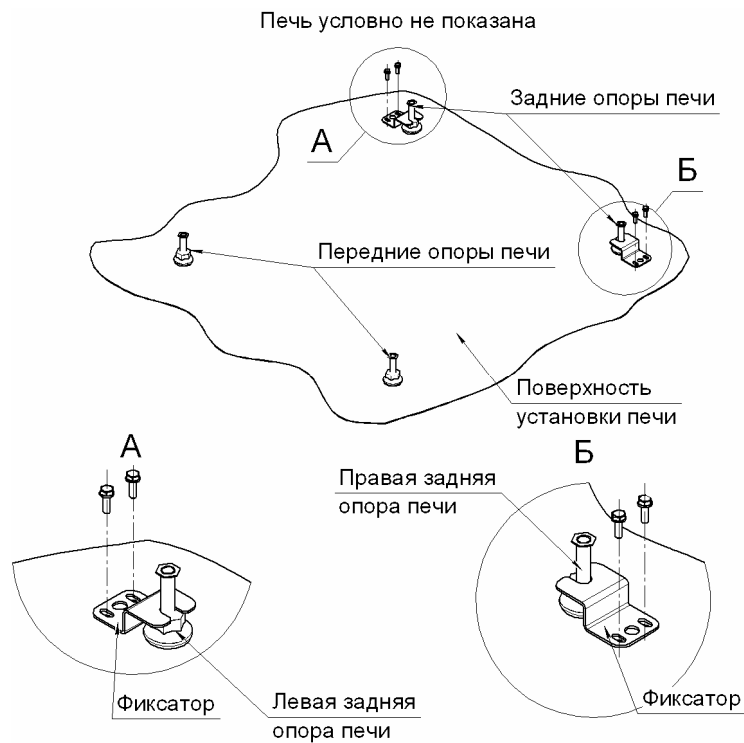

Рис. 2
Задние регулируемые опоры печи должны быть обязательно надёжно закреплены к поверхности, на которую установлена печь, при помощи фиксаторов, которые входят в комплект поставки аппарата и должны быть установлены как показано на рис. 2.
5.12 Выставить печь по уровню, вворачивая или выворачивая регулируемые опоры, по окончанию регулировки закрепить задние опоры печи (см. рис.2).